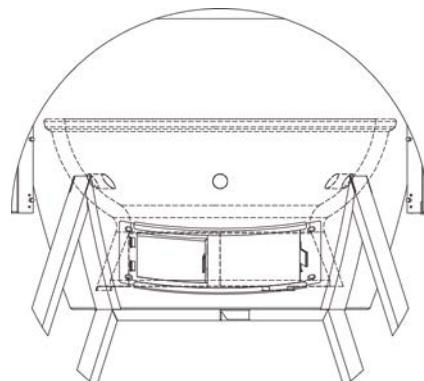

Figure 2
**ÉTAPE 4** Ouvrez le gril et ouvrez complètement la porte de ventilation du dessous. Placez le foyer à l'intérieur du gril et alignez l'ouverture au fond du foyer avec l'ouverture dans la porte de ventilation du bas. Ceci permet à l'air de circuler dans le gril et de retirer la cendre avec l'outil de nettoyage de la cendre inclus. (voir figure 2)